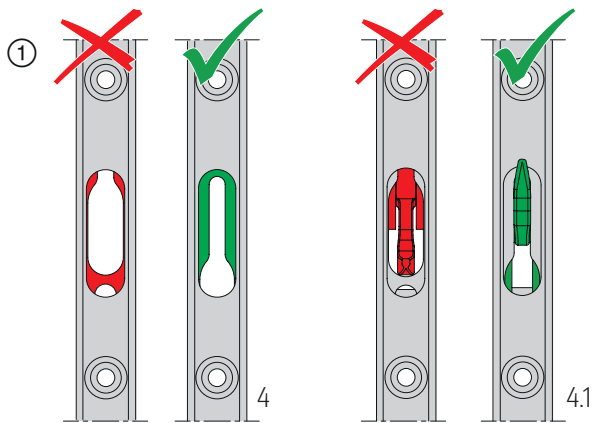

Abb. 31
① Getriebe 4/4.1 in Verschlussstellung (abgesenkte Position) bringen; siehe **Abb. 31** auf Seite 46.